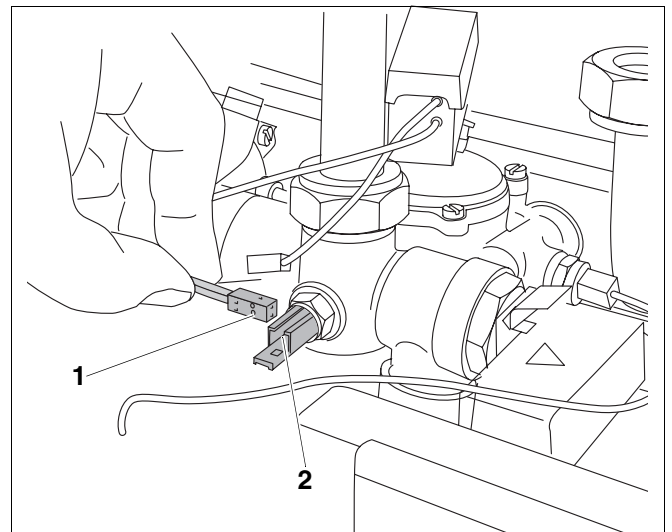

Fig. 20 Verificarea traductorului pentru apa de încălzire
- Se desface conectorul (Fig. 20, Poz. 1) de pe cablul spre traductorul de apă pentru încălzire (Fig. 20, Poz. 2).